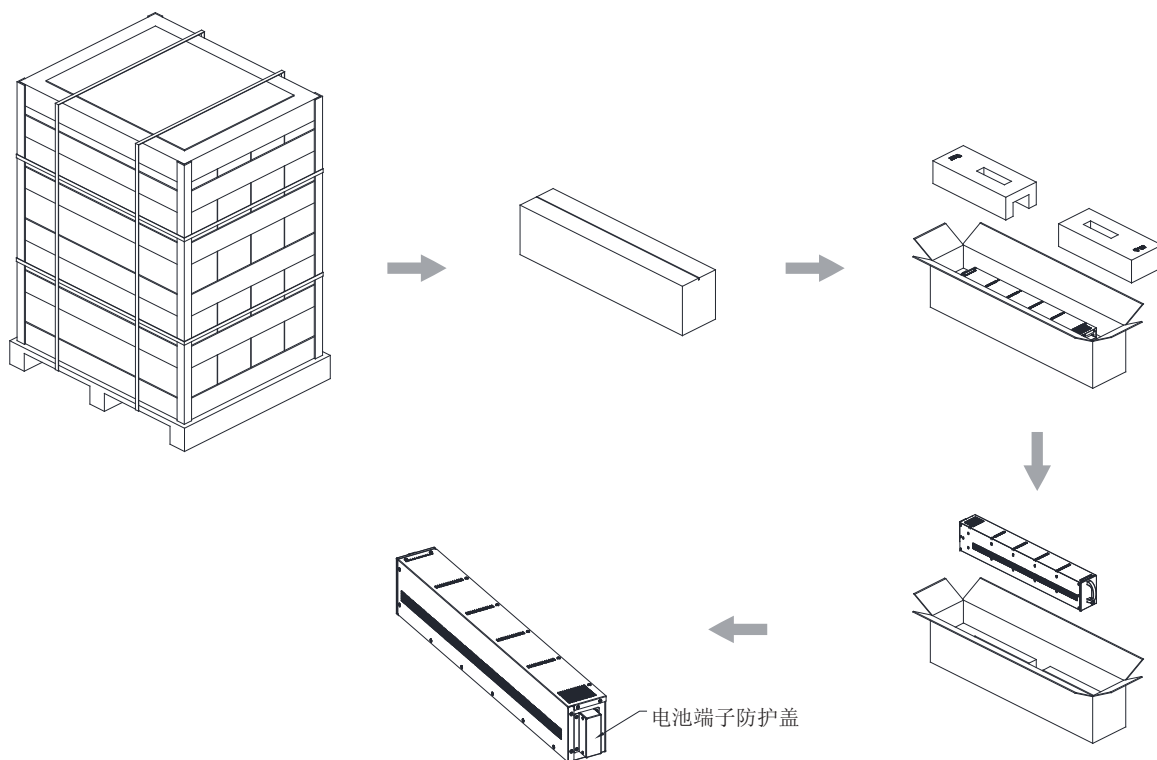

图 3-8： 电池模块包装拆卸
1. 从栈板上取下一个电池模块（图 3-8）；
2. 打开纸箱向上取出缓冲材料（图 3-8）；
3. 向上取出电池模块（图 3-8）。